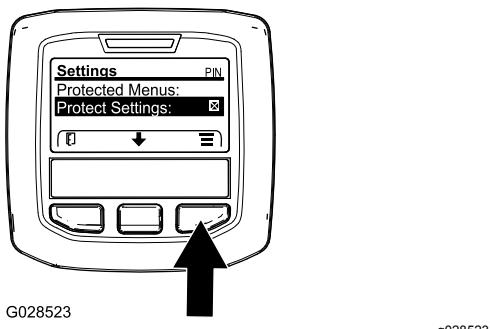

Рисунок 10
1. В MAIN MENU (Главном меню) с помощью средней кнопки прокрутите меню вниз к пункту SETTINGS MENU (Настройки), и нажмите правую кнопку (Рисунок 10).